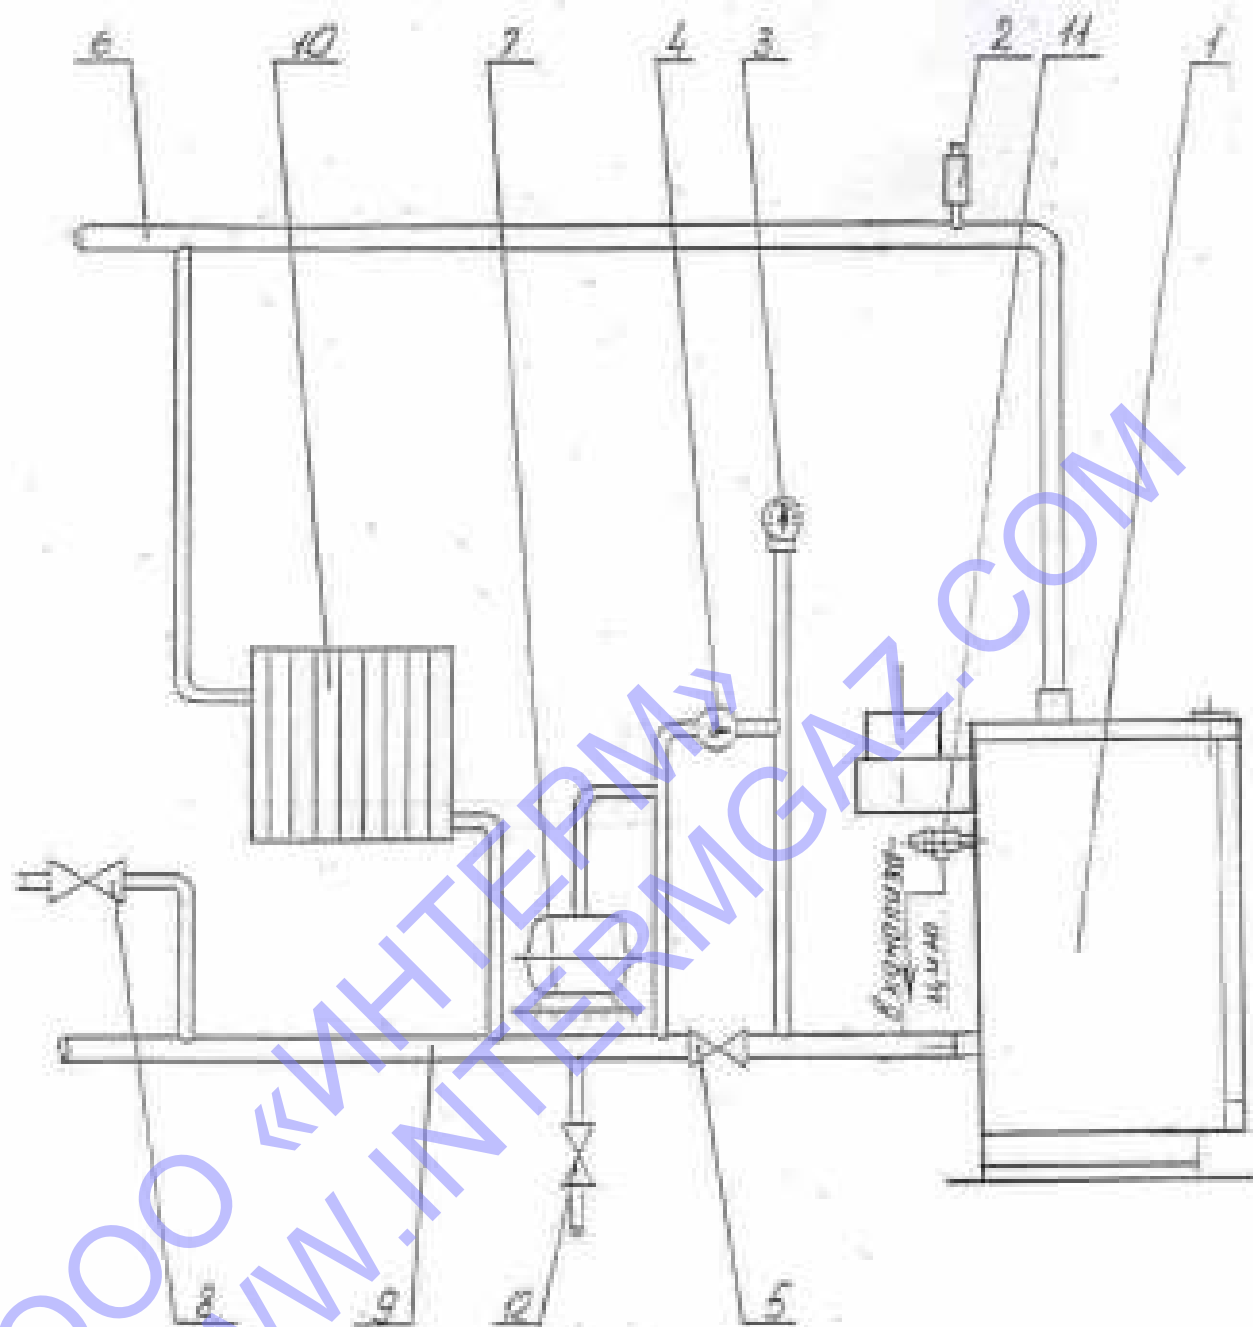

Рис. 4. Рекомендуемая схема разводки отопительной системы с принудительной циркуляцией воды.
5.3. Рекомендуемая схема системы отопления приведена на рис.4.